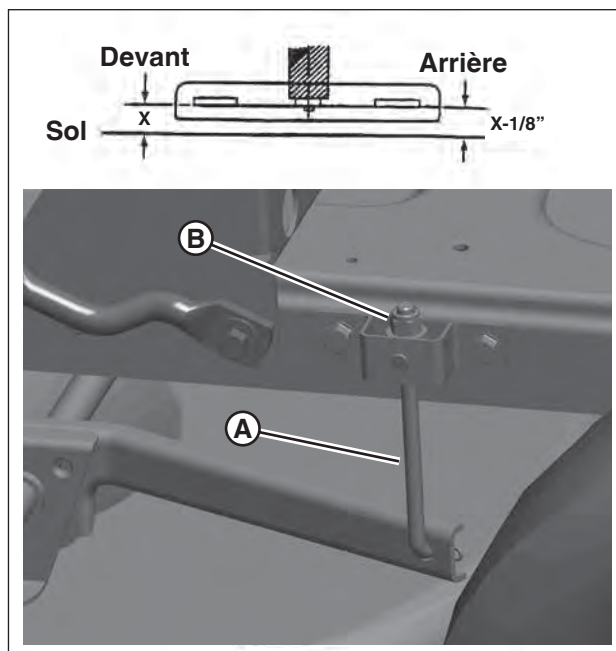

Figure 38: Mise de niveau du plateau de coupe de tondeuse (longitudinale)
5. Abaisser le plateau de coupe jusqu'à ce que l'arrière du plateau soit soutenu par l'objet placé dessous lors de l'étape précédente (Les tiges de suspension arrière (A, Figure 38) doivent être desserrées).
2. Mesurer la distance entre les extrémités de la lame et le sol (Figure 38). La distance devrait être la même, ou bien l'arrière entre 0,3 cm (1/8 po) et 0,6 cm (1/4 po) plus bas que l'avant. Si l'extrémité arrière de la lame est plus haute que celle de devant, ou est plus élevée de 0,6 cm (1/4 po) par rapport à celle du devant, procéder à un réglage.
3. Si un réglage est nécessaire, tourner l'écrou de blocage (B, Figure 38) sur les deux tiges de suspension droite et gauche (A) en effectuant le même nombre de rotations pour lever ou abaisser l'arrière du plateau de coupe.